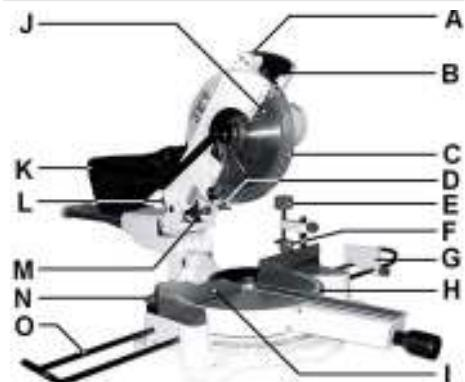

Рис. 1
- При работе на станке используйте мешок для сбора опилок (K, Рис. 1).
- Пила включается нажатием выключателя на рукоятке (B, Рис. 1): как только выключатель отпускается, происходит остановка пилы.
- Пила включается нажатием на выключатель на внутренней стороне рукоятки (B, Рис. 1).
- Всегда используйте зажим для заготовки (E, Рис. 1).